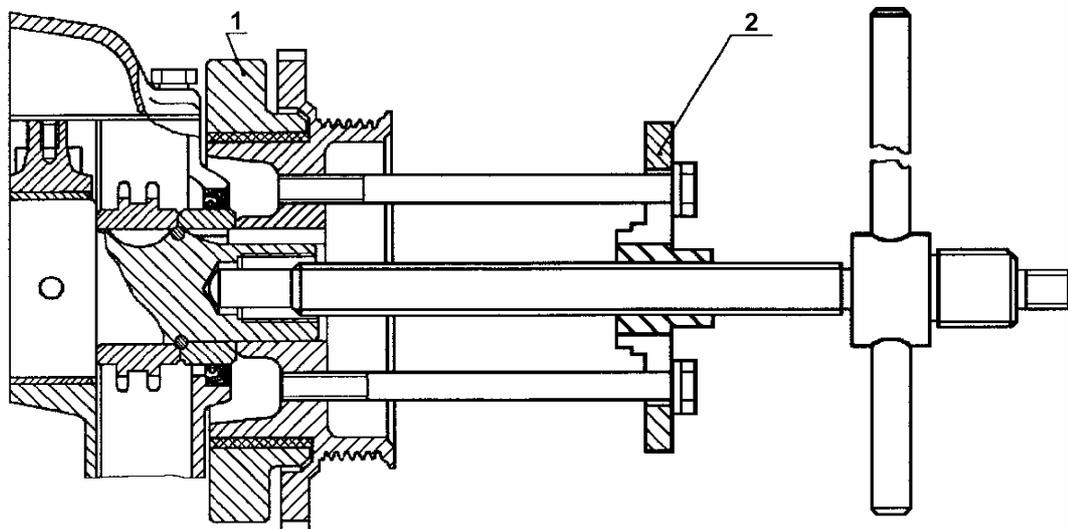

Рисунок 32 – Снятие шкива-демпфера коленчатого вала:
- отвернуть стяжной болт коленчатого вала и снять шкив-демпфер коленчатого вала с помощью специального съемника (Рисунок 32);